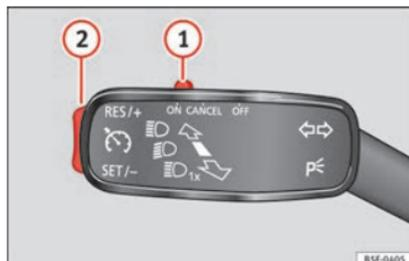

Fig. 41 Ver localização na pág. 7-8
- Ligar o GRA: desloque o interruptor »» Fig. 41 ① até ON. O sistema está ligado. O sistema não regula por não ter qualquer velocidade programada.
- Ativar o GRA: pressione o botão »» Fig. 41 ② na zona SET/-. A velocidade atual é memorizada e regulada.
- Desligar o GRA temporariamente: desloque o interruptor »» Fig. 41 ① até CANCEL ou pise o travão. A regulação é desativada temporariamente.
- Ligar novamente o GRA: pressione o botão »» Fig. 41 ② em RES/+. A velocidade memorizada é guardada e regulada novamente.
- Aumentar a velocidade programada durante a regulação de GRA: pressione o botão ② em RES/+. O veículo acelera até à nova velocidade guardada.
- Reduzir a velocidade programada durante a regulação de GRA: pressione o botão ② em SET/- para reduzir 1 km/h (1 mph). A velocidade reduz até atingir a nova velocidade memorizada.
- Desligar o GRA: desloque o interruptor »» Fig. 41 ① para OFF. Desliga-se o sistema e a velocidade memorizada apaga-se.